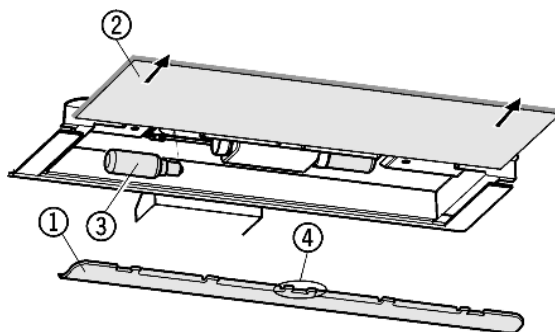

Fig. 16
- Sundejte krytku Fig. 16 (1): Prsty uchopte za krytku a vyklesněte.
- Vytáhněte skleněnou desku Fig. 16 (2).
- Žárovku Fig. 16 (3) vyměňte.
- Nasaďte zpět krytku: zaklesněte vpravo a vlevo a dávejte pozor na to, aby prostřední háček Fig. 16 (4) zasahoval přes skleněnou desku.